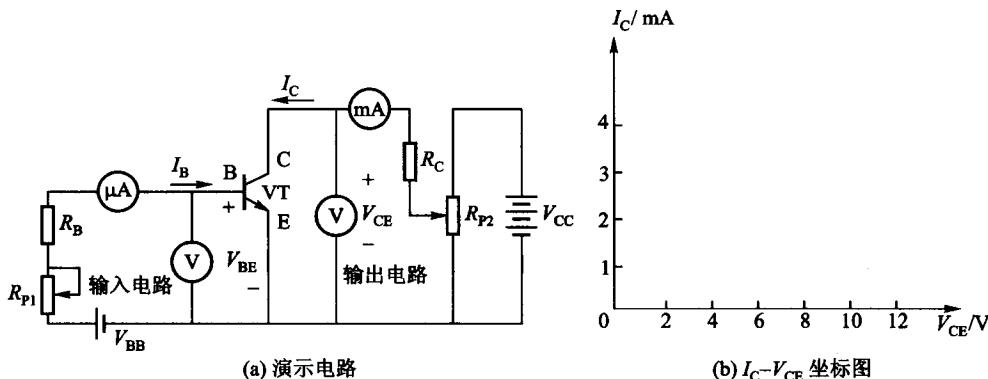

图 1-5 晶体管的输出特性曲线的测试演示
电路如图 1-5 所示。
① 输出特性曲线的概念。 $I_B$  一定时,集电极电流  $I_C$  与加在集电极与发射极两极端的电压  $V_{CE}$  之间的关系,称为晶体管的输出特性,描述这一关系的坐标图称为晶体管的输出特性曲线。
② 测试过程。给定  $I_B = 40 \mu\text{A}$ ,由大到小调节  $R_{P2}$ ,分别测出对应的  $I_C$ 、 $V_{CE}$  值,记入  $I_C - V_{CE}$  坐标图(图 1-5(b))中。注意应在膝点附近多选几个点。依次连接各坐标点,即得晶体管在  $I_B = 40 \mu\text{A}$  时的输出特性曲线。